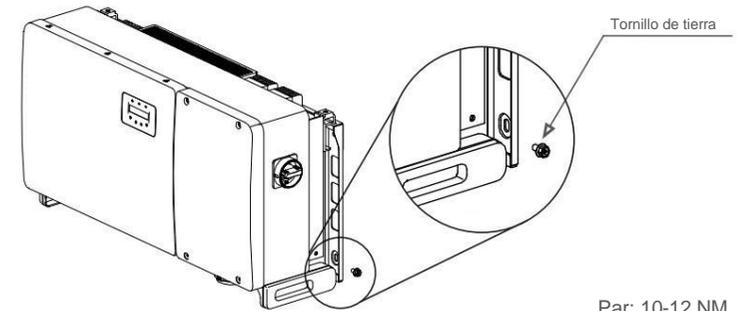

Figura 3.17 Cable fijo
- 6) Conecte el cable de tierra al punto de tierra del dissipador térmico y apriete el tornillo de tierra, el par es de 10-12 Nm (ver figura 3.17).